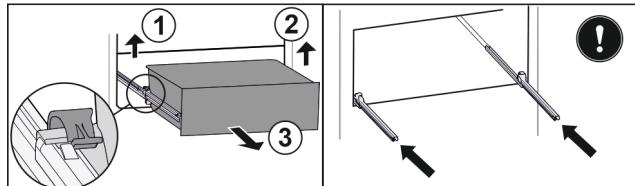

Fig. 93
- Повдигнете лявата скоба и едновременно с това изтеглете напред чекмеджето отляво. Fig. 93 (1)
- Повдигнете дясната скоба и едновременно с това изтеглете напред чекмеджето отдясно. Fig. 93 (2)
- Извадете чекмеджето напред. Fig. 93 (3)